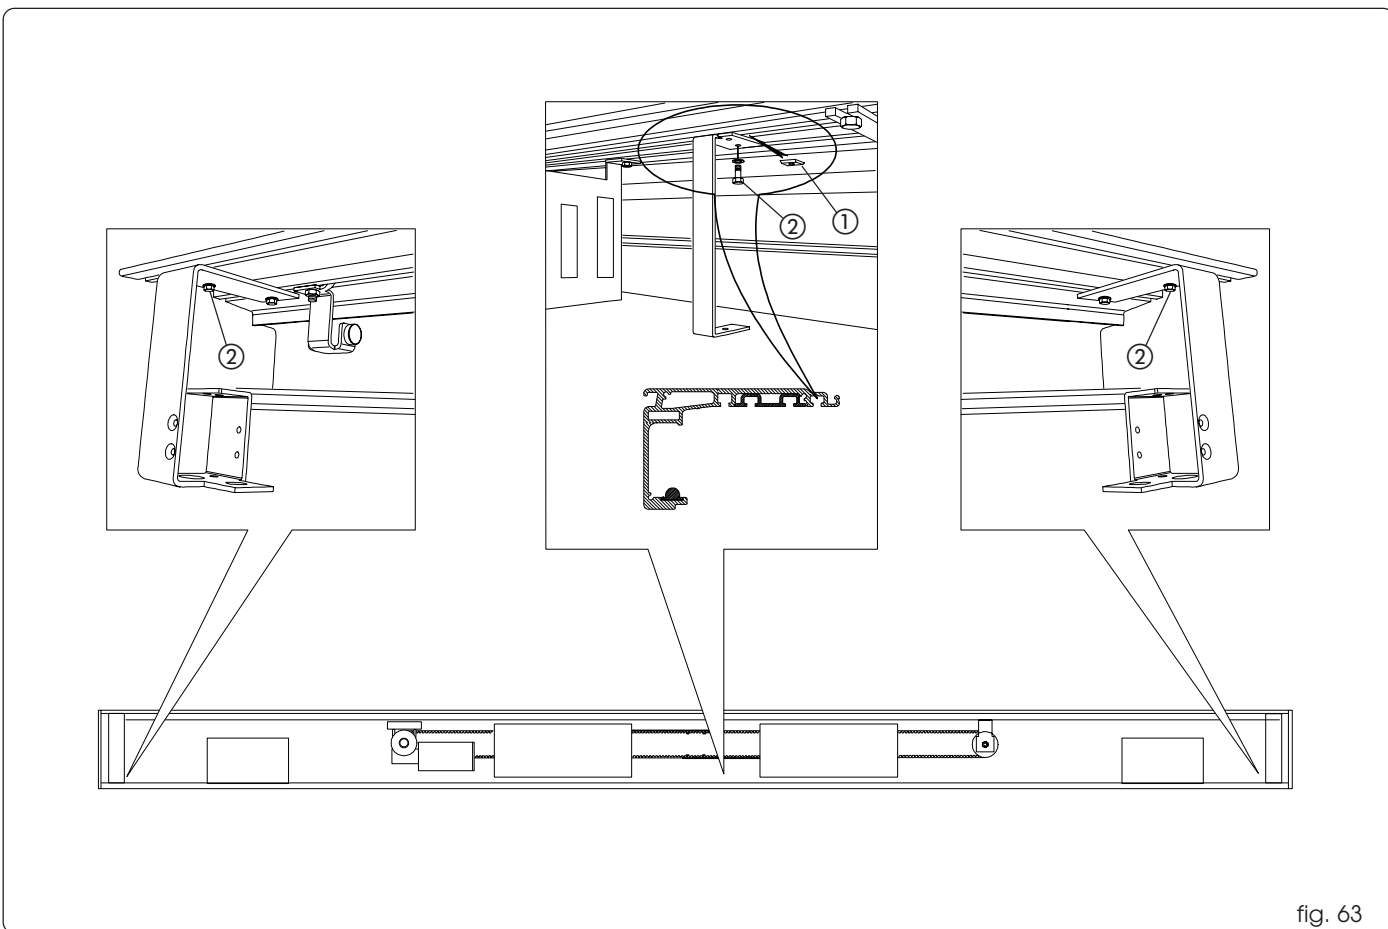

fig. 63
Breng nog 2 plaatjes aan in het midden van de dwarsbalk, om de beugel in het midden te bevestigen (fig. 63, ref. ①). Zet de drie beugels vast met de daarvoor bestemde schroeven, zoals aangegeven op fig. 63, ref. ②).